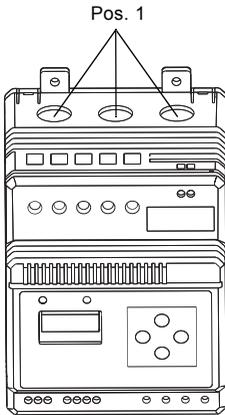

Fig. 5 Entrées de câbles
Pour les intensités moteur supérieures à 120 A, il convient d'utiliser les transformateurs. Voir fig. 5, pos. 1.